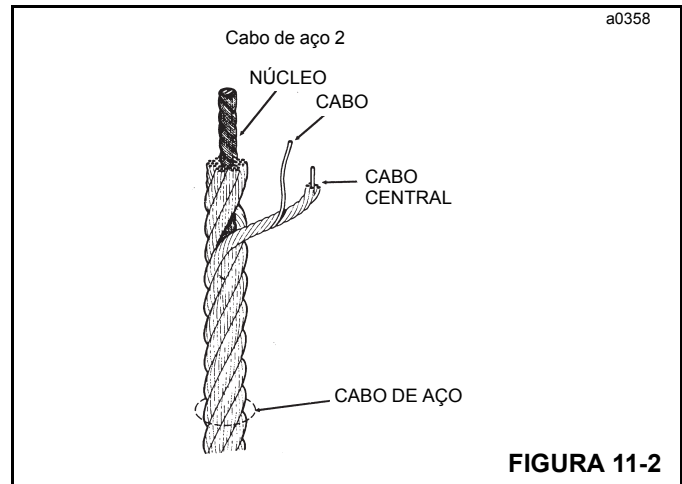

FIGURA 11-2
Todo cabo de aço tem três componentes básicos (Figura 11-2): (1) Os fios que formam os cordões e juntos proporcionam resistência ao cabo; (2) os cordões, dispostos em forma helicoidal em torno do núcleo e (3) o núcleo, que forma uma base para os cordões. O núcleo usado no cabo de aço do guindaste é do tipo IWRC (Independent Wire Rope Core), que na verdade é um cabo menor ou um cordão semelhante aos cordões externos do cabo. O núcleo IWRC aumenta a resistência nominal do cabo em cerca de 7,5%.